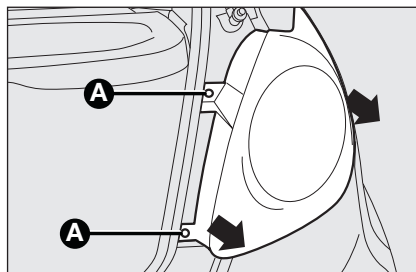

fig. 19
- svitare le due viti di fissaggio **A-fig. 19** ed estrarre il gruppo ottico assialmente senza ruotarlo;